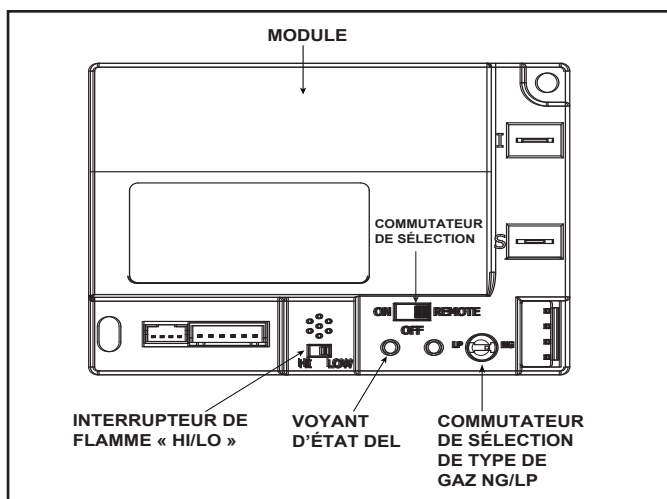

Figure 3.8. - Module de commande
1. Le module de commande est muni d'un commutateur de sélection ON/OFF/REMOTE qui doit être réglé. Voir la Figure 3.8
2. Si un interrupteur mural câblé est utilisé quand le mode à REMOTE du module est activé, la hauteur des flammes peut être réglée au moyen du commutateur de sélection HI/LO du module. Voir la Figure 3.8. Notez que le commutateur de sélection de flamme « HI/LO » sera désactivé une fois la commande à distance optionnelle (RC200/RC300) programmée au module de commande. Notez que le module de commande allumera toujours le foyer à « HI » et conservera ce réglage pendant les 10 premières secondes de fonctionnement. Si le commutateur HI/LO est en position LO, la hauteur de flamme se réglera automatiquement au minimum après 10 secondes. Une fois ces 10 secondes écoulées, la hauteur de la flamme pourra être ajustée de HI à LO au moyen du commutateur.
- Localisez le module du commutateur de sélection. (Voir la Figure 3.8)
- Attendez cinq (5) minutes que les gaz potentiels se dissipent.